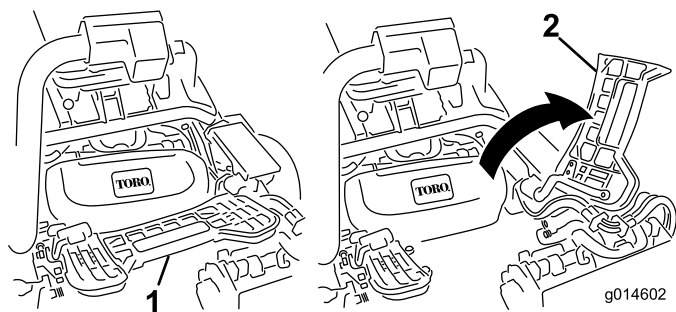

図 11
3. 中央カッティングユニットを取り付ける時は、フットレストを跳ね上げて取り付け位置へのアクセスを確保する（図 11）。